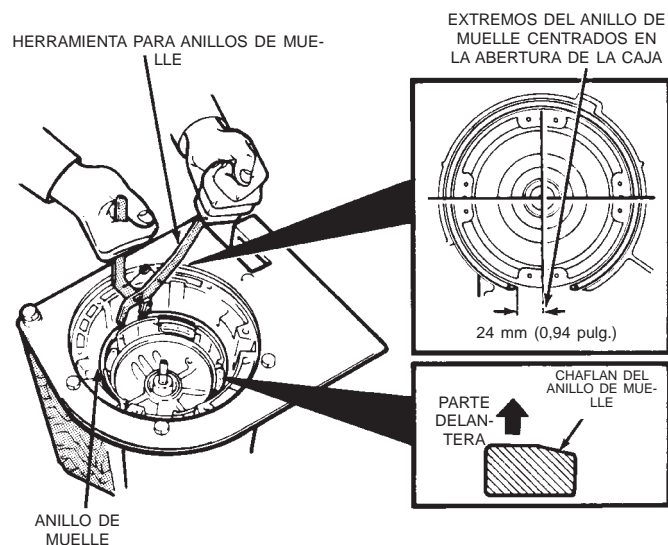

Fig. 159 Instalación del anillo de muelle del soporte de sobremarcha
(56) Instale el anillo de muelle del soporte de sobremarcha con un alicate para anillos de muelle, herramienta 7540 (Fig. 159). Instálelo con el lado achaflanado del anillo de muelle hacia arriba y hacia la parte delantera de la caja. **Los extremos del ani-**